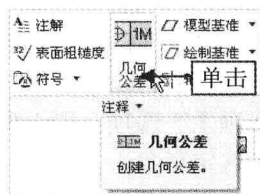

图 12-94 单击“几何公差”按钮
Step 02 在“功能区”选项板中切换至“注释”选项卡, 单击“注释”面板中的“几何公差”按钮 , 如图 12-94 所示。